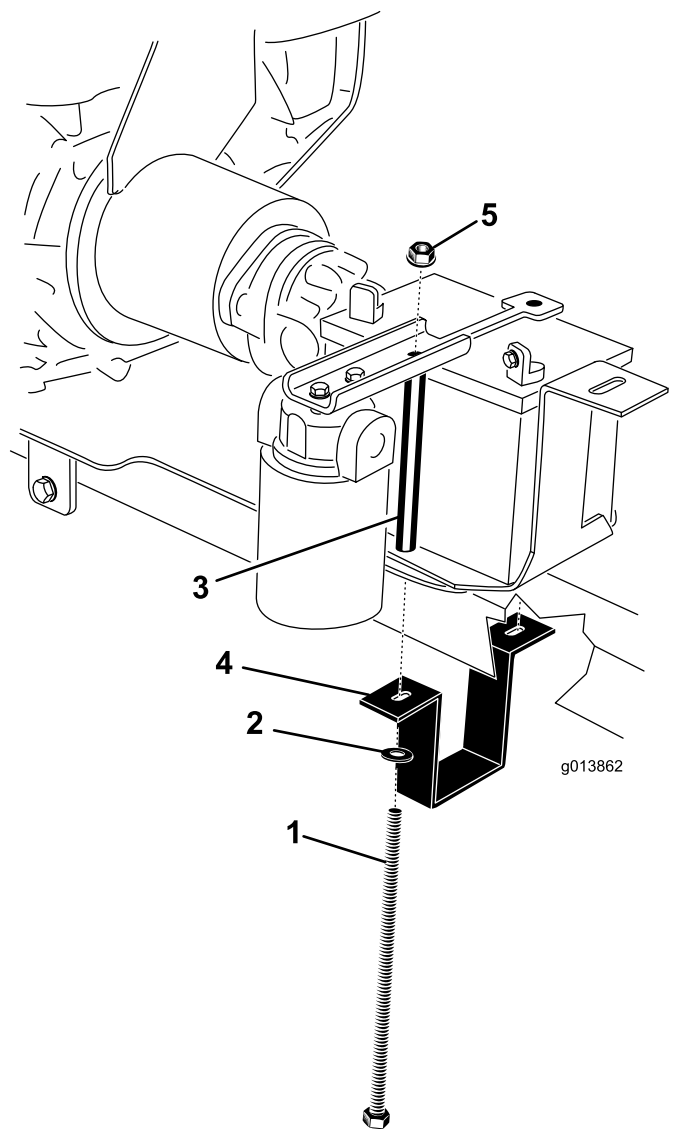

図 8
22. エンジン取り付けブラケットを調整して、このブラケットがヒッチに対してしっかり取り付くようにする。エンジン取り付けブラケットをエンジン取り付けプレートに固定しているボルト2本をしっかりと締め付ける図 8。
24. バッテリートレイにバッテリーを載せる端子が図 8 のようになるように載せること。
25. バッテリーにバッテリー押さえを取り付ける図 8。
26. バッテリー取り付け用ストラップを、ヒッチチューブの下に保持する図 8。
27. 右側では、ワッシャ、バッテリー押さえストラップ、エンジン取り付けプレート、バッテリートレイ、バッテリー押さえを貫通させて、バッテリーボルトを取り付ける。そしてフランジナットで仮止めする図 8。
28. 左側では、ワッシャ、バッテリー押さえストラップ、エンジン取り付けプレート、バッテリートレイ、バッテリーボルトチューブ、バッテリー押さえを貫通させて、ボルトを取り付ける。そしてフランジナットで仮止めする図 8。